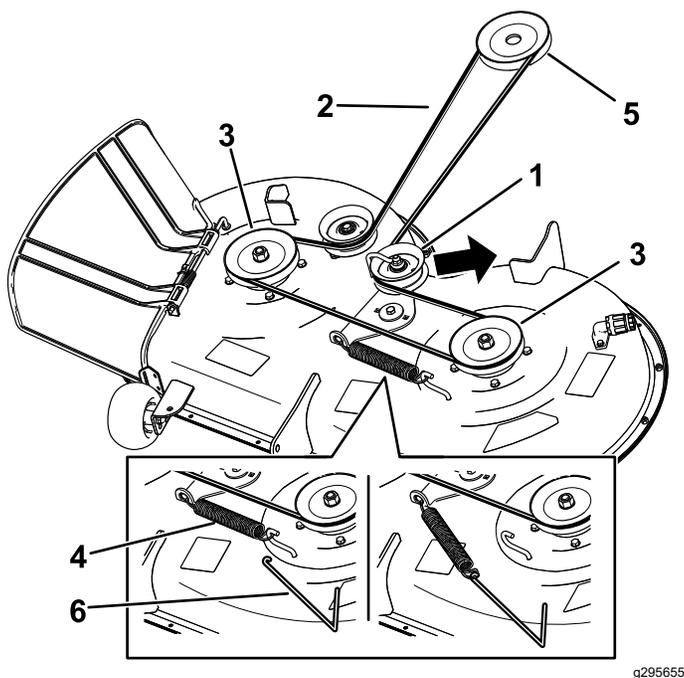

Figura 59
7. Utilizând un instrument de îndepărtare a arcuri (nr. piesă Toro 92-5771), îndepărtați arcul rolei de ghidare din cârligul punii pentru a detensiona fulea rolei de ghidare și îndepărtați cureaua de pe fule (Figura 59).
8. Amplasai cureaua nouă în jurul fuliilor motorului i ale mainii de tuns iarba (Figura 59).
9. Utilizând un instrument de îndepărtare arcuri (nr. piesă Toro 92-5771), montai arcul rolei de ghidare pe cârligul punii i tensionai fulia rolei de ghidare i cureaua mainii de tuns iarba (Figura 59).